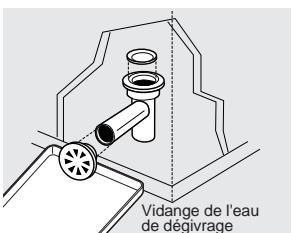

figure 2
- Sur les modèles horizontaux avec vidange de l'eau de dégivrage, placez un récipient creux ou le diviseur/plateau de dégivrage (fourni avec certains modèles) sous l'orifice de vidange (figure 2). Un adaptateur de tuyau de jardin d'un demi-pouce peut servir à vidanger l'appareil directement dans un drain de plancher (figure 3). Sortez la bonde à l'intérieur du appareil et enlevez le bouchon de vidange extérieur (figure 4).